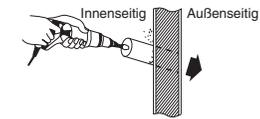

Abb. 3-77
- (4) Eine Öffnung in der Wand machen. Hierzu eine Stichsäge, Lochsäge oder einen Lochschneid-Bohrereinsatz verwenden. Siehe Tabelle 4 und Abb. 3-77.